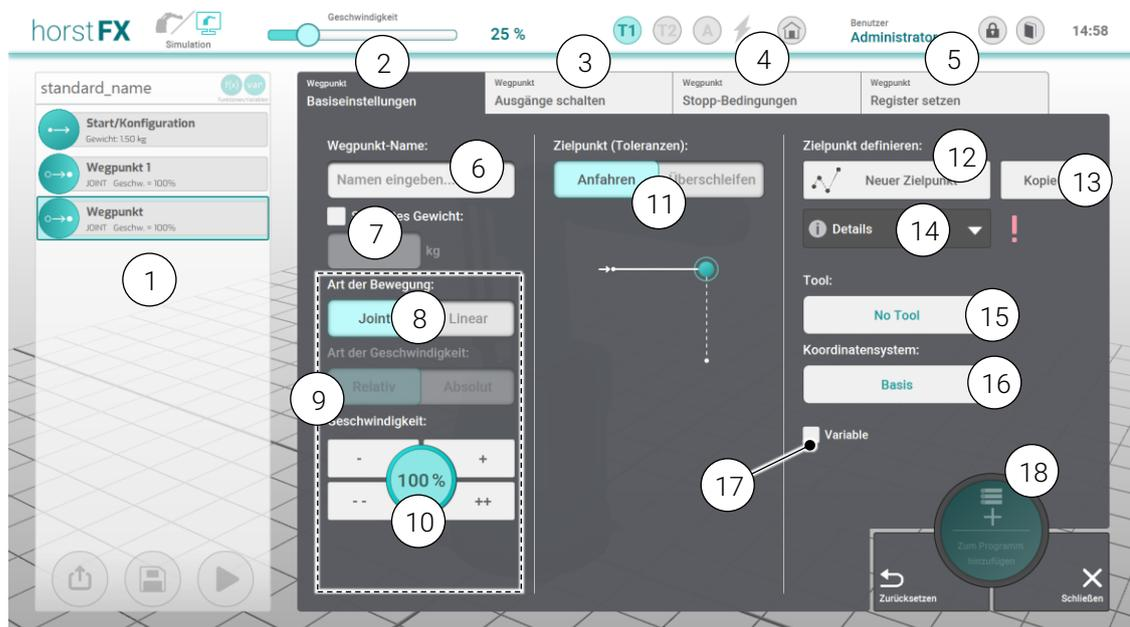

Abb. 6-9: Aktionsfenster – Wegpunkt – Basiseinstellungen
Einziger Unterschied zwischen der **Aktion Relativer Wegpunkt** und der **Aktion Wegpunkt** ist das Menü **Zielpunkt definieren** bzw. **Relativen Zielpunkt definieren**. Letzteres wird durch Drücken des Buttons **Neuer rel. Zielpunkt** (1) aufgerufen (vgl. Button **Neuer Zielpunkt**, Abb. 6-9).